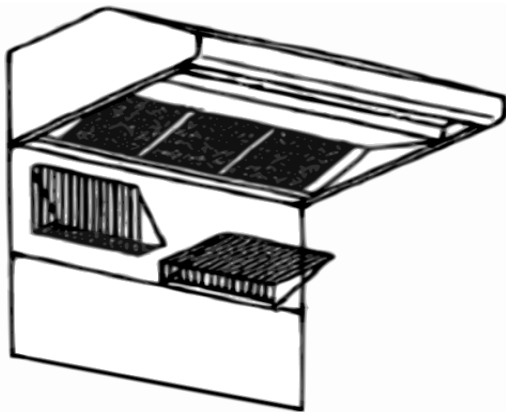

Figura 13: Consola trasera de protección con estante guarda-caliente
- Se puede instalar primero la campana si instala la consola trasera de protección con un estante guarda-caliente ya que este estante cubrirá los tornillos de fijación superiores de la consola trasera de protección (Figura 13).